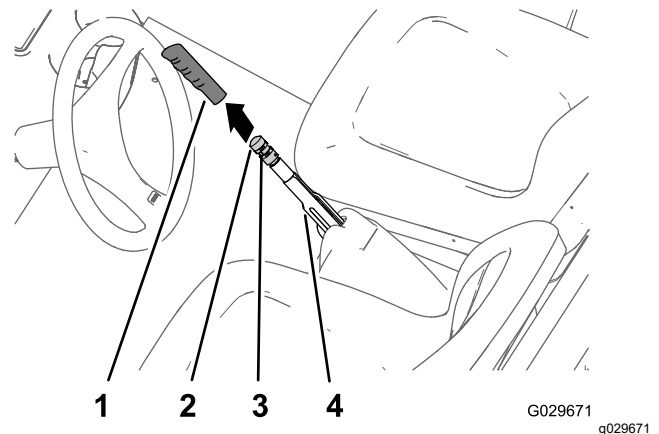

Figura 52
1. Rimuovete l'impugnatura dalla leva del freno di stazionamento (Figura 52).
2. Allentate la vite a pressione che fissa la manopola di regolazione del freno alla leva del freno di stazionamento (Figura 52).
3. Ruotate la manopola di regolazione del freno fino a raggiungere una forza pari a 133–156 N per inserire la leva del freno di stazionamento (Figura 52).
4. Serrate la vite a pressione e montate l'impugnatura (Figura 52).
2. Allentate la vite di fermo (Figura 52) che fissa la manopola di regolazione del freno alla leva del freno di stazionamento, disinserite il freno di stazionamento e allentate la manopola di regolazione del freno.
5. Ruotate la manopola di regolazione del freno (Figura 52) fino a quando non è necessaria una forza pari a 133–156 N per inserire la leva del freno di stazionamento.
- C. Ruotate la manopola di regolazione del freno (Figura 52) fino a quando non è necessaria una forza pari a 133–156 N per inserire la leva del freno di stazionamento.
- Serrate la vite a pressione e montate l'impugnatura (Figura 52).